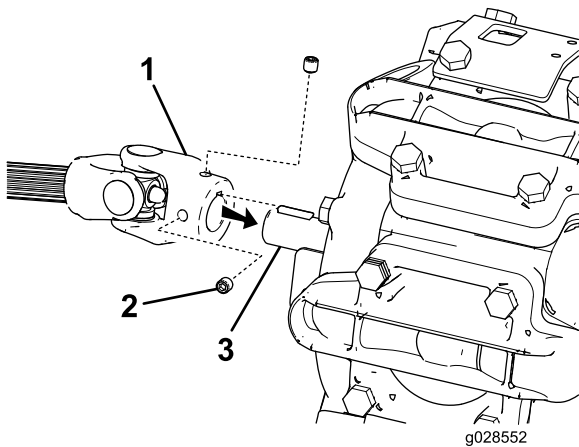

Figura 4
3. Rimuovete le 2 viti a pressione che si trovano sull'estremità dell'albero della PDF (Figura 4).
2. Vite a pressione (2)
5. Allineate la fessura nell'accoppiatore dell'albero della PDF con la chiave di Woodruff e fate scivolare l'estremità dell'albero della PDF sull'albero della pompa dell'irroratrice (Figura 4).